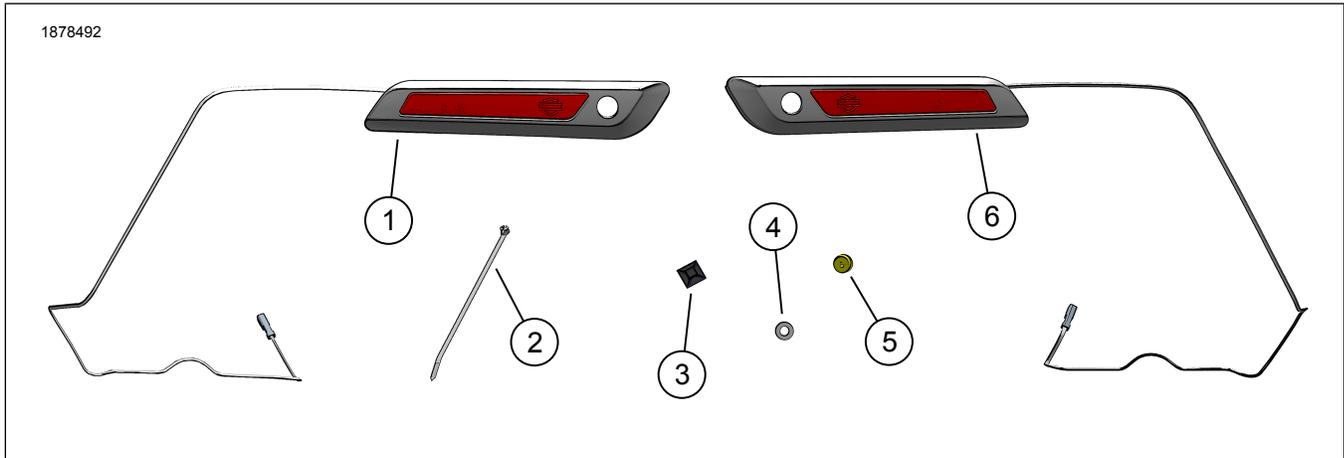
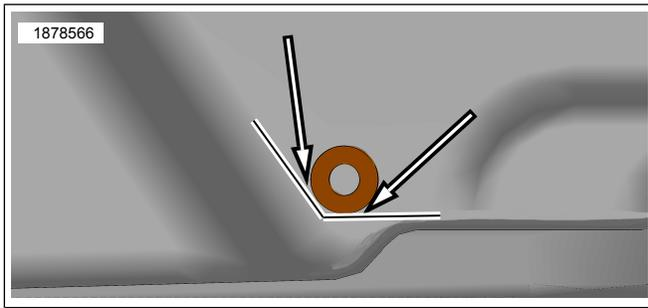
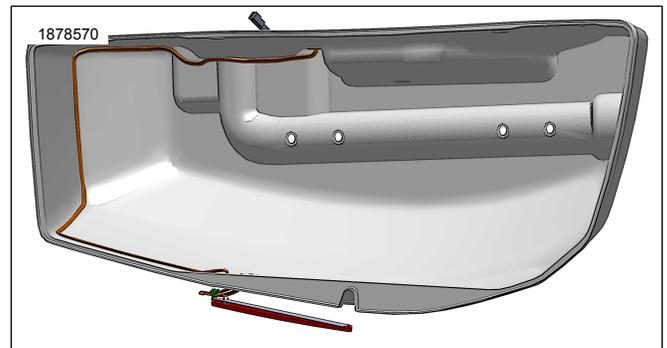

Figure 1. Contenu du kit : Kit d'indicateurs lumineux latéraux de sacoche
Figure 5. Emplacement de perçage du trou inférieur de la sacoche
Figure 6. Acheminement du faisceau électrique
- b. Consultez Figure 1 et Figure 5 . Utilisez la rondelle plate (4) du kit comme guide de perçage en plaçant la rondelle à plat contre la surface de la sacoche de sorte qu'elle soit alignée avec le côté et le bas de la rainure.
Voir la Figure 1. et acheminez Voir la Figure 6. le harnais à l'intérieur de la sacoche comme indiqué en le fixant avec les sangles de câble (2) et les ancrages (3) pour le maintenir en place.